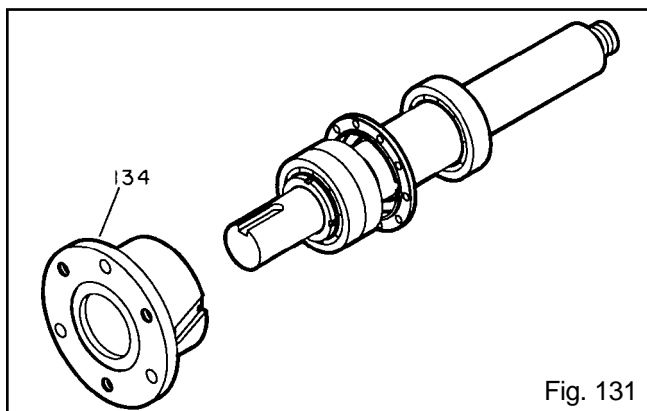

Fig. 131
13. Recubra con aceite la parte de afuera de la caja del cojinete (134).
15. Instale el conjunto del eje en el bastidor (228A). Inspeccione el eje para asegurar que gire libremente (Fig. 131).
17. Instale los pernos de levantamiento (370D) con contratuercas (423) en la caja (134A). Apriételos con los dedos.